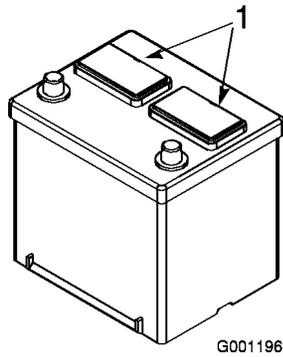

図 8
2. バッテリーの上部をきれいに拭い、キャップを取り外す(図 8)。